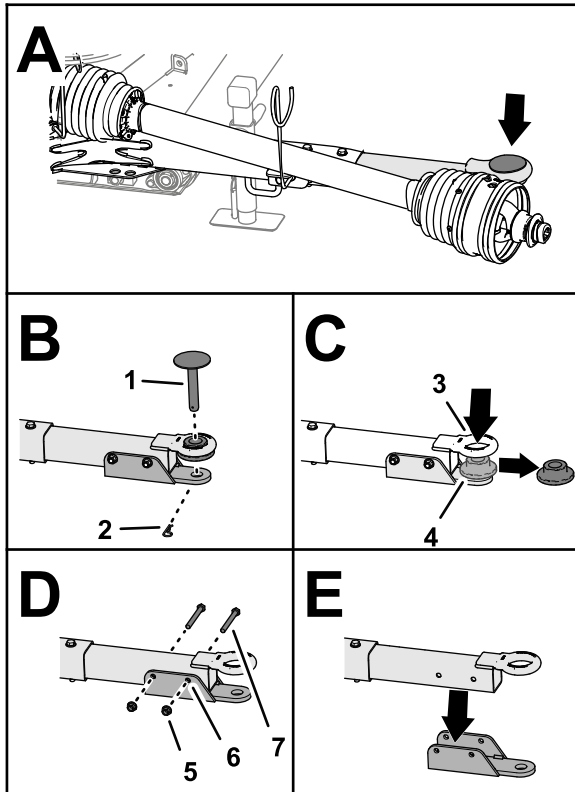

Figure 7
1. Retirez la goupille fendue qui fixe la goupille d'attelage à la barre de remorquage, puis déposez la goupille d'attelage (Figure 7).
2. Déposez la bague à embase de l'anneau d'attelage (Figure 7).
barre de remorquage, puis déposez le support de chape (Figure 7).